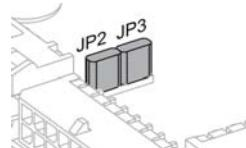

図 3-3 ジャンパ JP2/JP3 設定 (モータ・ケーブルとエンコーダ・ケーブルがフラットケーブルで統合された maxon DC motor)
- 2) ジャンパ JP2 と JP3 を “クローズ” 位置に設定してください。 (→ 図 3-3) :